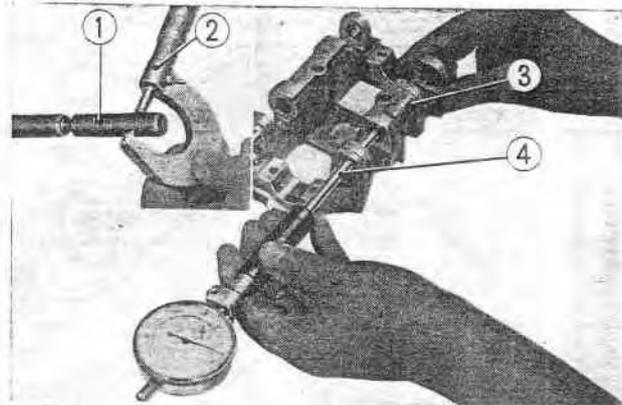

Fig. 3-53 ① Rampe de culbuteurs
② Ressort
4. Mesurer la surface d'appui de la rampe de culbuteurs au moyen d'un palmer et l'alésage du palier de rampe de culbuteurs au moyen d'un comparateur d'alésage. Calculer le jeu et s'il est supérieur à 0,11 mm, remplacer l'une des pièces ou les deux pièces. (Fig. 3-53)